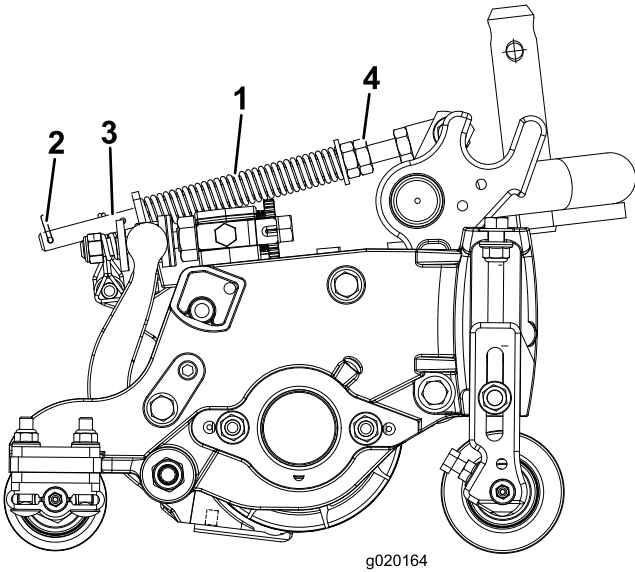

图 11
草坪补偿弹簧图 11 可将重量从前滚筒转移至后滚筒。这有助于减少草坪的波动图形也称为波浪形或摆动形。
1. 确保发卡销安装在弹簧杆的后孔内 图 11。
2. 拧紧弹簧杆前端的六角螺母直至压缩后的弹簧长度为 127mm (图 11)。